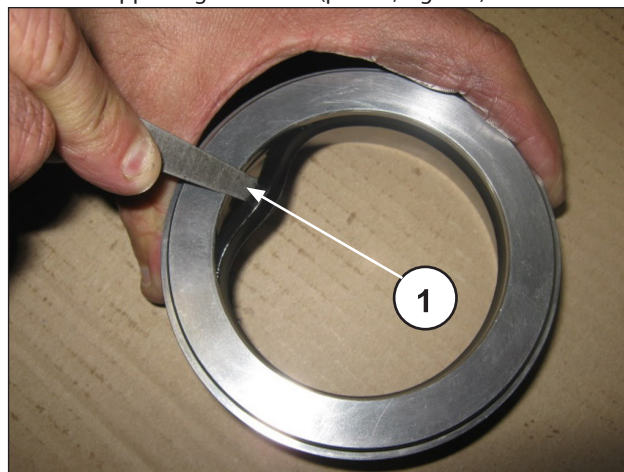

Fig. 247
Per togliere la guarnizione di bassa pressione è necessario utilizzare uno spessore o un attrezzo che non danneggi la sede del supporto guarnizione (pos. ①, Fig. 247).